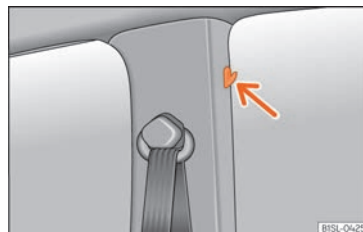

Fig. 103 En los montantes centrales: ganchos para la ropa.
- Ganchos para la ropa en los montantes centrales » **fig. 103** (flecha).